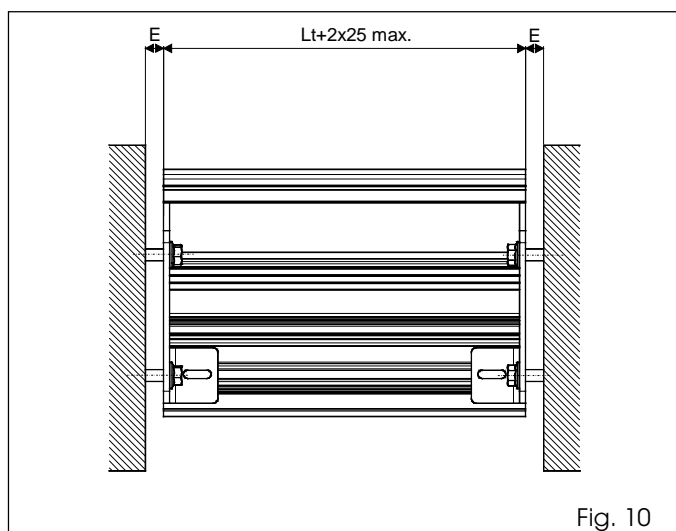

Fig. 10
•Fixer les plaques latérales en utilisant des tasseaux adéquats (non fournis) et prévoir les épaisseurs éventuelles pour les espaces E (fig. 10).